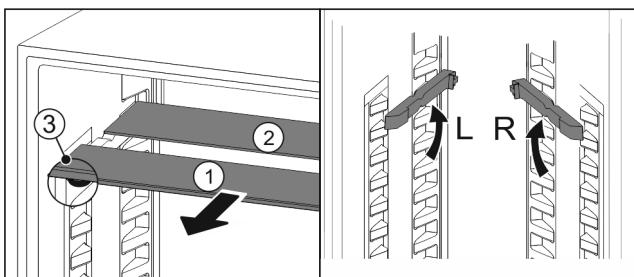

Fig. 50
- ▶ Издърпайте Fig. 50 (1) поотделно стъклените площи напред.
- ▶ Стъклената плоча Fig. 50 (1) с декоративната лайстна е отпред.
- ▶ Ограничителите Fig. 50 (3) сочат надолу.